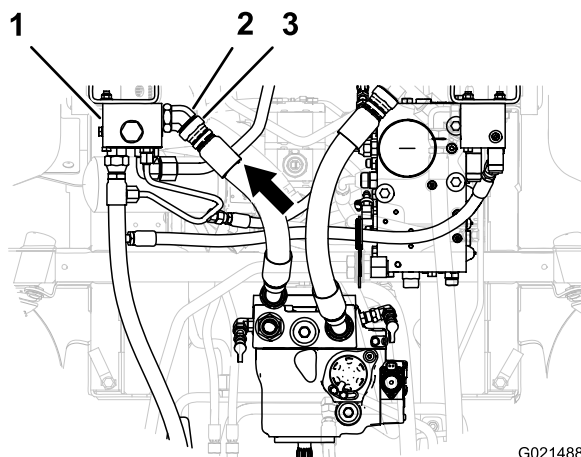

Figure 18
3. Alignez le raccord droit du flexible de pression hydraulique sur le raccord hydraulique à 45° du collecteur de diviseur de débit (Figure 18).
4. Vissez le raccord droit du flexible de pression hydraulique sur le raccord hydraulique à 45° du collecteur de diviseur de débit (Figure 18).